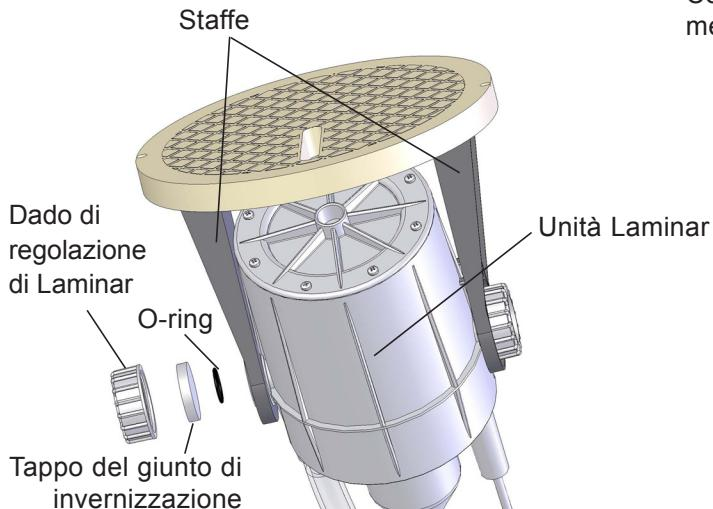
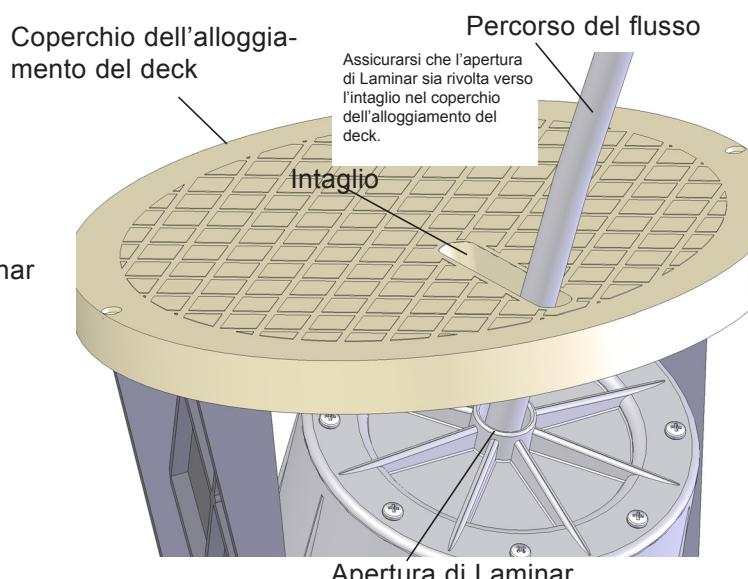

Figura 3
Figura 4
- Aprire con cautela le staffe e far scivolare l'unità Laminar negli appositi fori sulle staffe (Figura 3), assicurandosi che l'apertura di Laminar sia orientata verso l'intaglio superiore nel coperchio dell'alloggiamento del deck (Figura 4).